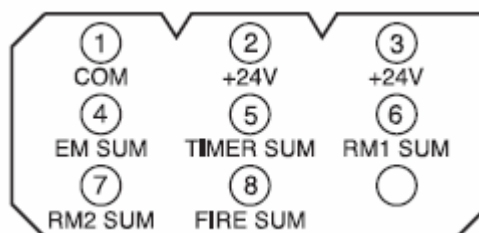

Рис.2
Разъем для подключения блока тревожной сигнализации Inter-M EP-616. Распайка разъема дана на рис.2.
4. Соедините блок тревожной сигнализации EP-616 с разъемом 3 на задней панели контроллера ECS-616 (рис.2).